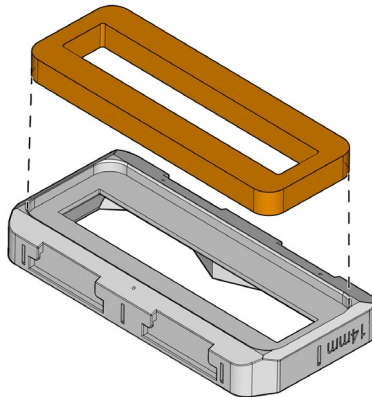

Abbildung 5-2 Neue Schaumstoffdichtung und Vorlaufstreckenplatte
6. Kleben Sie die neue Schaumstoffdichtung auf die Dichtungsplatte (siehe Abbildung 5-2 auf Seite 78).